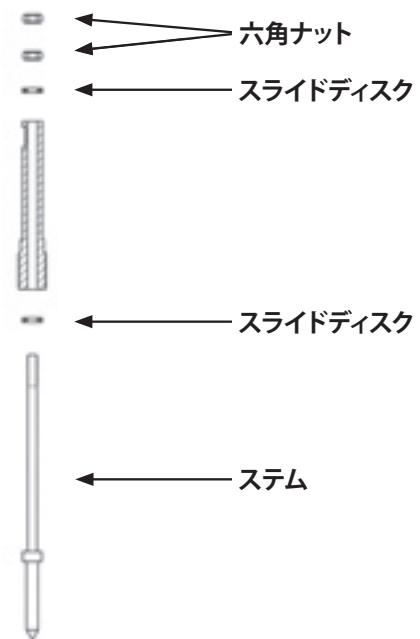

図 4
- 六角レンチでセットスクリーを外して、ステムからハンドルを取り外します。次に、パッキングランドからステムを外します。次に、ステムの上部にある2つの六角ナットとスライドディスクを取り外します。最後にステムスクリーと2番目のスライドディスクをステムから引き出し、残った部品を3つの部品に分解します。ステムチップが大きいバルブの場合は、圧カリングとシールも取り外す必要があります。(図4参照)